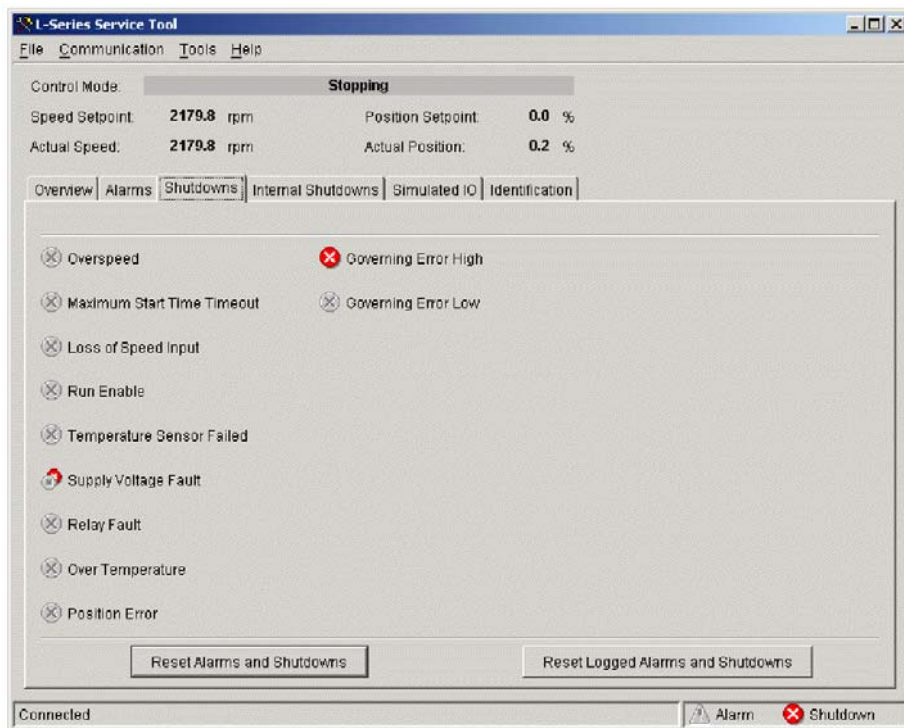
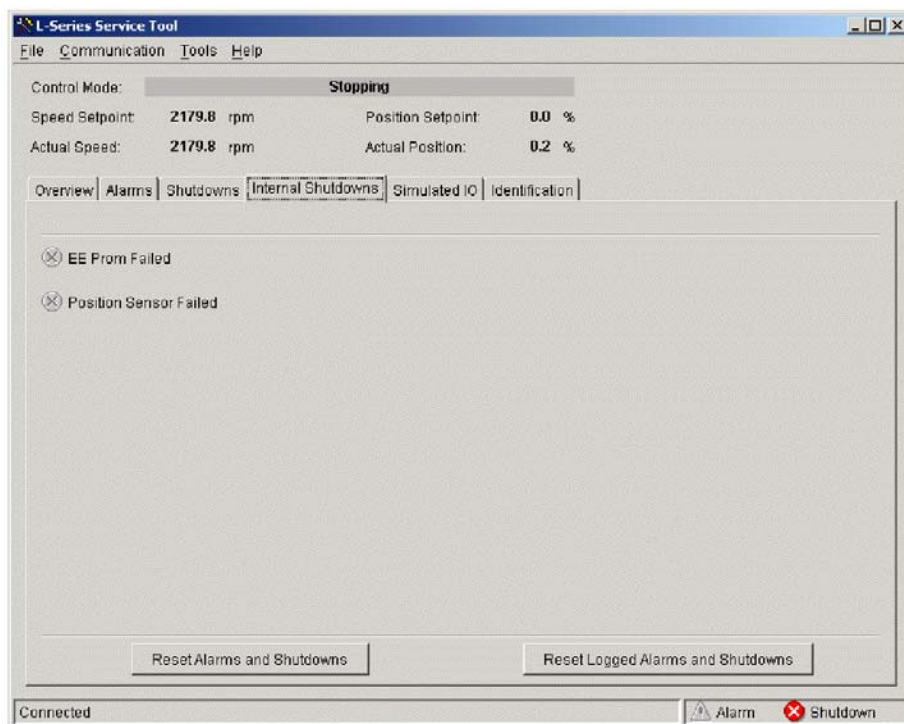

図 5-5. サービス・ツール — Shutdowns の画面
図 5-6. サービス・ツール — Internal Shutdowns の画面
- Shutdowns (シャットダウン;図 5-5 参照)
- Internal Shutdowns (内部シャットダウン;図 5-6)
シャットダウンの発生状況を見るには、メイン・ウインドウの Shutdown 画面 (図 5-5) と Internal Shutdown 画面 (図 5-6) に行きます。Shutdowns 画面で表示される値は、故障の設定内容により大きく変動します。故障の一覧表と、各故障の詳細な説明が第4章に載っていますので、そちらも参照してください。